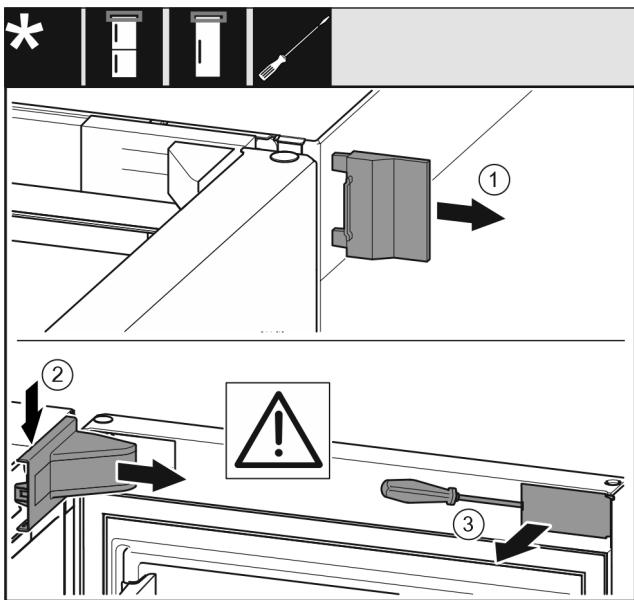

Fig. 5
- Снимите внешнюю крышку. Fig. 5 (1)
► Освободите и отсоедините крышку опорного кронштейна. Снимите крышку опорного кронштейна. Fig. 5 (2)
- При помощи шлицевой отвертки освободите накладку и отведите в сторону. Fig. 5 (3)